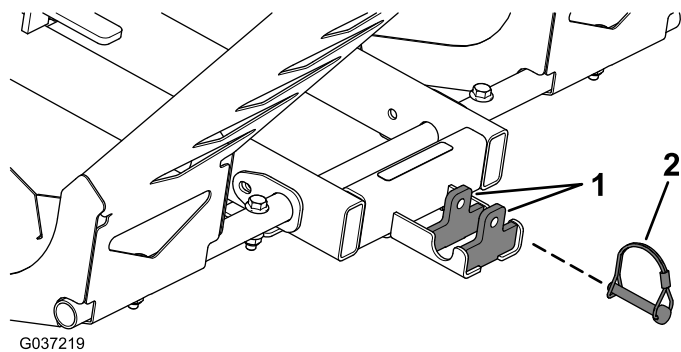

图15
3. 将支架放在施肥斗底座框架上的支架固定卡舌之间（图15）。
4. 用开口销将施肥斗固定到施肥斗底座框架上（图15）。